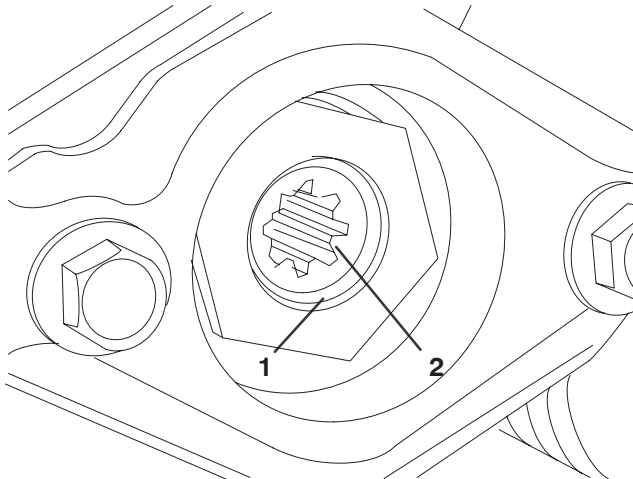

Bild 16
3. Inbusschraube (2)
- E. Nehmen Sie den Sprengring ab, mit dem die Antriebskupplung im Spindelrohr befestigt ist (Bild 16). Nehmen Sie die Antriebskupplung ab.